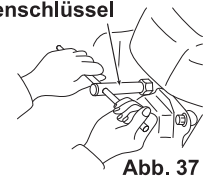
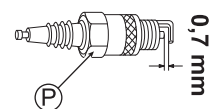

Abb. 37
Abb. 38
2. Entfernen Sie die Zündkerze (P) mit dem mitgelieferten Kerzenschlüssel. (Siehe Abb. 37)
3. Tauschen Sie die Zündkerze (P), falls Sie stark verrußt oder die Isolierung gerissen bzw. beschädigt ist.
4. Reinigen Sie die Elektrode von Ruß und stellen Sie den Elektrodenabstand auf 0,7 mm ein. (Siehe Abb. 38)
5. Installieren Sie die Zündkerze (P) und Zündkerzenkappe (Q).